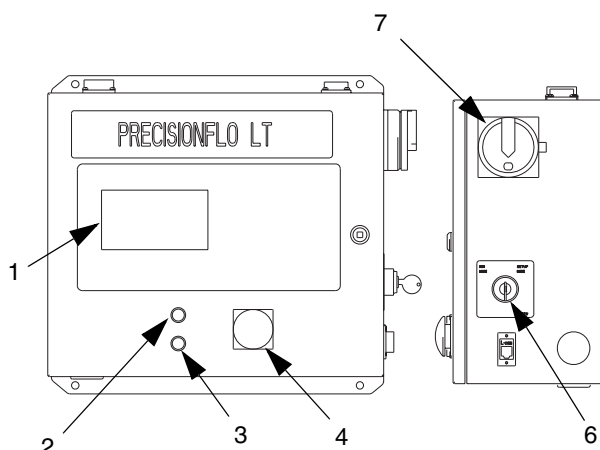

Fig. 16
2. Premere il tasto E-stop (4). Vedere FIG. 16.
4. Accendere l'interruttore di alimentazione (7) per fornire alimentazione al modulo PrecisionFlo LT.
6. Disattivare il tasto E-stop (4). Vedere FIG. 16.